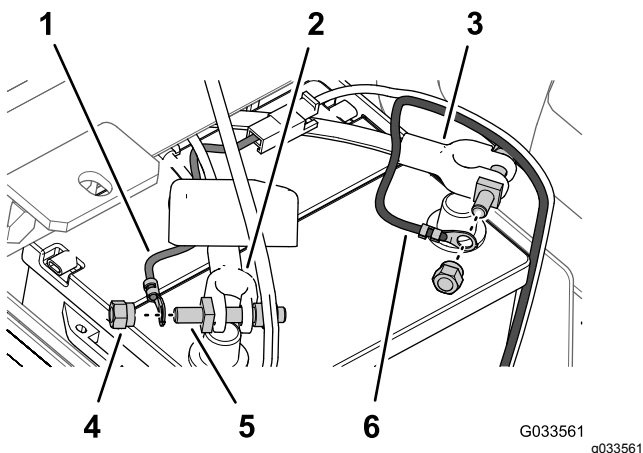

Figura 31
6. Fissate il morsetto ad anello del collegamento fusibile (cablaggio preassemblato dell'irroratrice) al polo del bullone del morsetto che avete montato sul cavo positivo della batteria con un dado del serrafilo (Figura 31).
7. Fissate il morsetto ad anello del filo negativo (nero - cablaggio preassemblato dell'irroratrice) al polo del bullone del morsetto che avete montato sul cavo negativo della batteria con un dado del serrafilo (Figura 31).